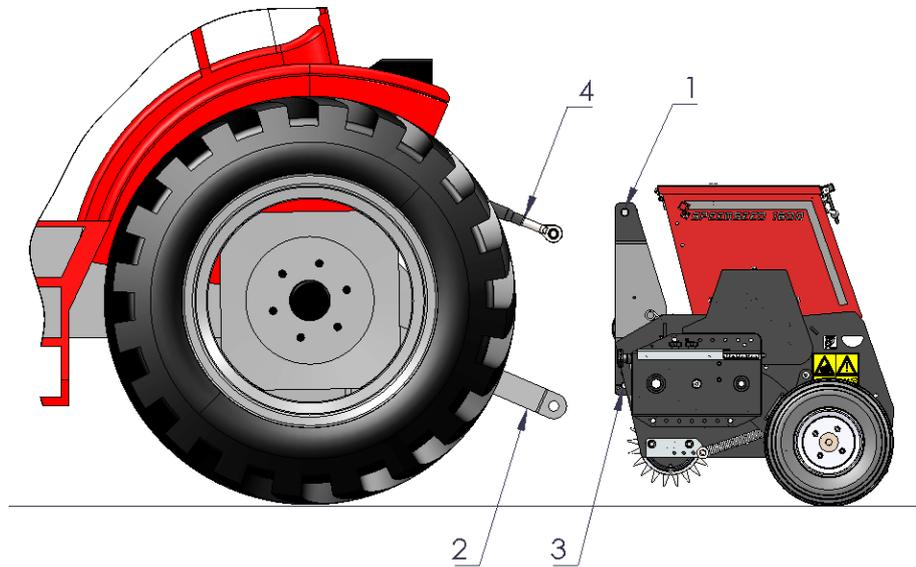

Abbildung 2
1. Entfernen Sie den oberen 3-Punkt-Bolzen (1) aus der Maschine (siehe **Abbildung 2**).
2. Fahren Sie das Zugfahrzeug vorsichtig rückwärts, bis die Hubarme (2) an die Maschine gekuppelt werden können.
Die Maschine wird wie folgt abgekuppelt (siehe **Abbildung 2**):